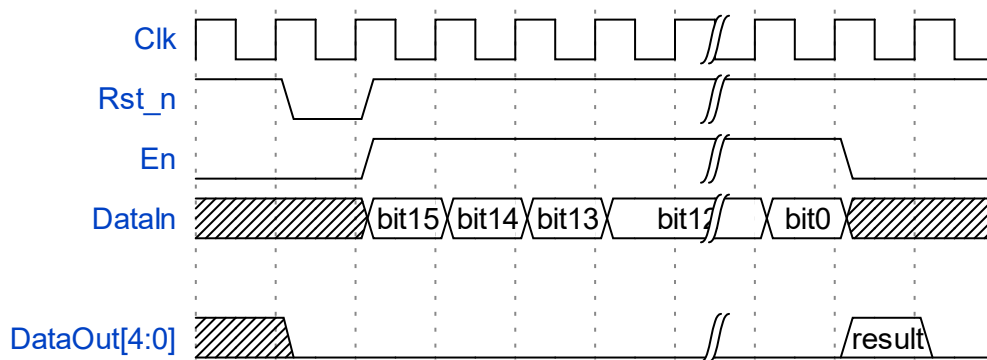

图 1
题目 1：给定串行输入的任何 16bit 数据，请设计一种检测电路，其输出结果为该 16bit 数据中含有“1”的个数。例如：输入 0000_0000_0000_1000，输出结果为 1；输入 1000_0000_0000_1000，输出结果为 2。注意：图 1 中所示的时序图。
- 1) 在输入使能信号 EN=1 的当前周期，开始输入待测数据的最高 bit 位，此后共连续 16 个周期完成待测数据的输入，时序图如图 1 所示；